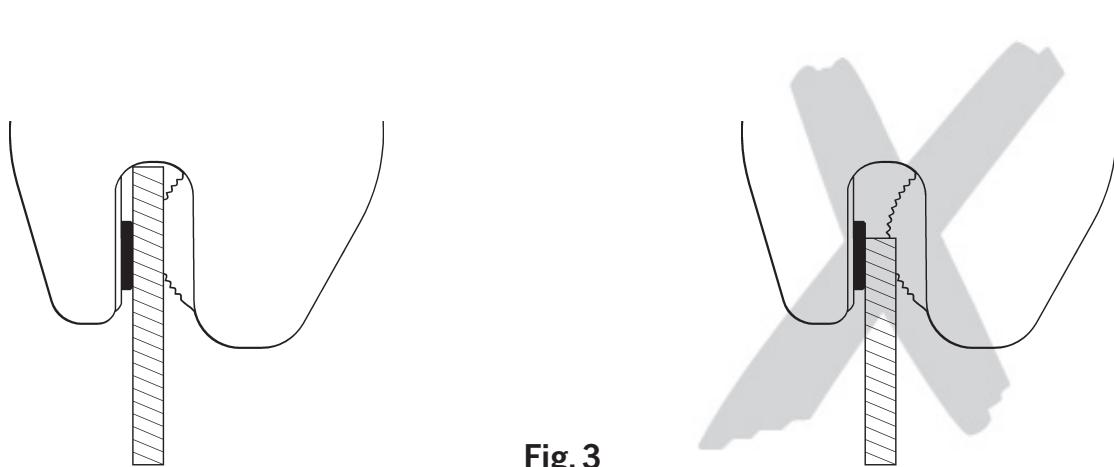

Fig. 3
- Inserte siempre la carga hasta el final en la boca de la garra (Fig. 3).
La garra está provista de un seguro. Cuando la palanca de funcionamiento está en la posición "Open", la mordaza de apriete se eleva y la boca de la garra está completamente accesible. En esta posición, empuje la garra en la carga que se va a transportar hasta que ésta haya entrado completamente en la boca de las mordazas (Fig. 3).